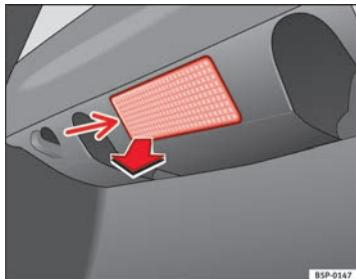

Fig. 166 Luz maletero
- Extraiga la tulipa haciendo presión sobre el borde de la parte interior de la misma -flecha- con ayuda de un destornillador por su parte plana **⇒ fig. 166**.